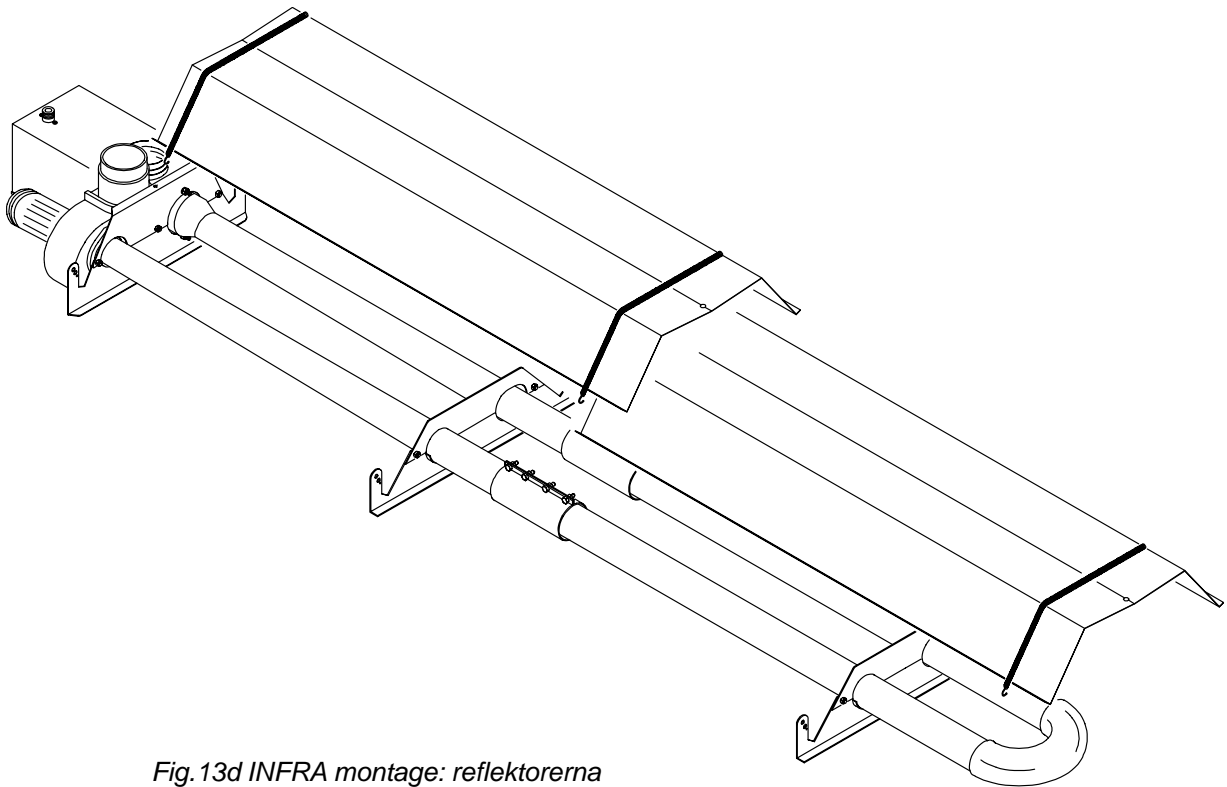

Fig. 13d INFRARA montage: reflektorena
- 5) Placera reflektorerna (efter borttagning av skyddsfilmen av plast) på reflektorhållarna och för de borrade hålen över varandra. (fig. 13d).